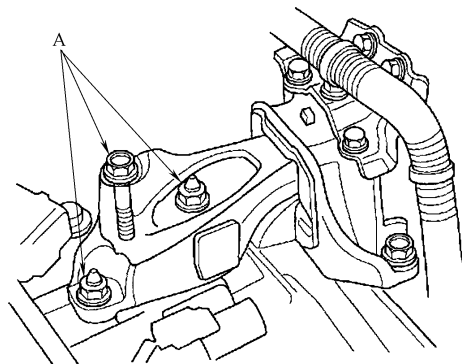

图 23-147 拆下变速器固定螺栓和螺母 A
23) 按照图 23-147 所示，拆下变速器固定螺栓和螺母 A。